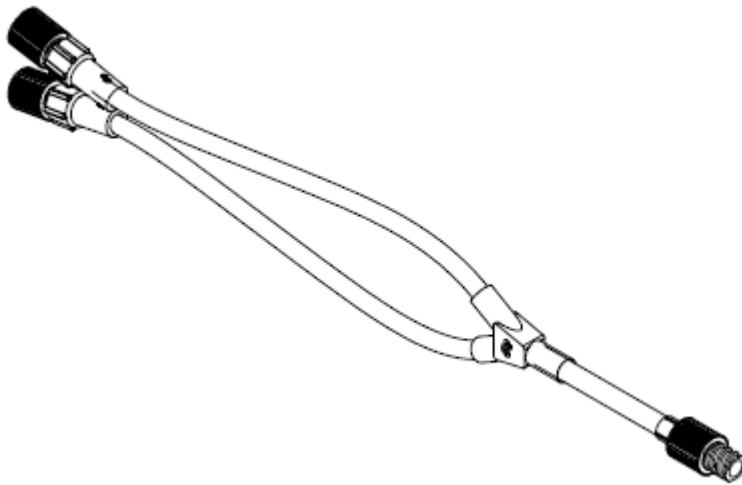

Figura 6. Conector en Y
- a. Retire las tapas estériles de un conector en "Y" (suministrado con los sistemas Cardioblate BP2 y LP, Modelos 49322 y 49342) (Ver Figura 6).
- a. Retire las tapas estériles de un conector en "Y" (suministrado con el sistema Cardioblate BP2, Modelo 49322) (Ver Figura 6).